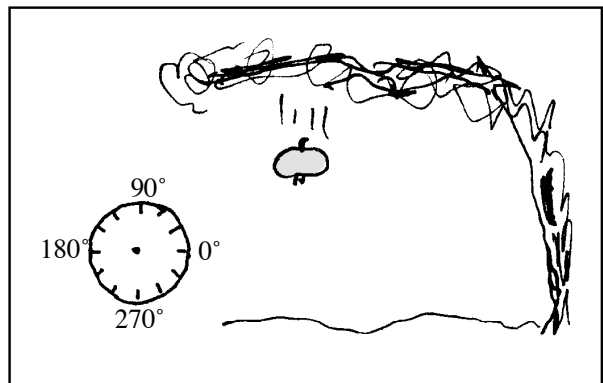

Fig. 6.11. Per l'esercizio 3
3. Una mela cade dall'albero, fig. 6.11. Nella mela fluisce quantità di moto. (Proviene dalla Terra attraverso il campo gravitazionale.) La mela pesa 300 g.